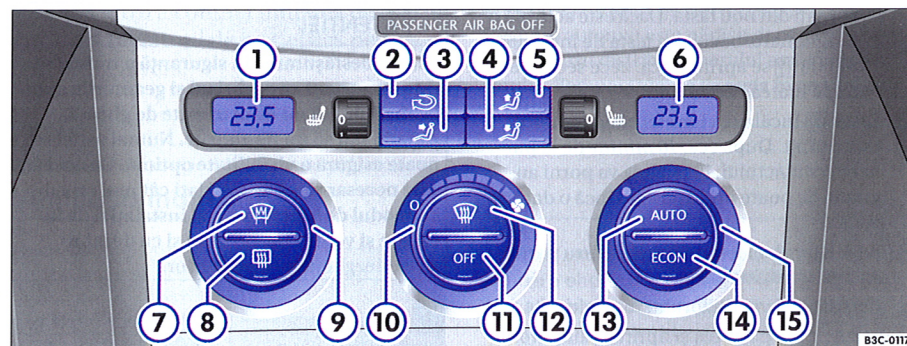

Fig. 109 În consola centrală: Elemente de comandă Climatronic
– Rotiți regulatorul de temperatură ⇒ fig. 109 (7) sau (15), pentru a regla temperatura de pe partea stângă, resp. de pe partea dreaptă.
– Când apăsați o tastă de la (2) la (5), va porni funcția respectivă. În tastă se aprinde o lampă de control, semn că funcția respectivă este activată. Pentru decuplarea funcției, apăsați tasta încă o dată.
- ① Afișarea temperaturii selectate pentru partea stângă.
- ② Tasta – Recircularea aerului ⇒ pagina 115
- ③ Tasta – distribuția aerului în zona pasagerilor, partea centrală
- ④ Tasta – distribuția aerului în partea de jos
- ⑤ Tasta ventilarea indirectă ⇒ pagina 113
- ⑥ Afișarea temperaturii selectate pentru partea dreaptă.
- ⑦ Tasta sau – Încălzirea parbrizului⁴²⁾. Apăsăți tasta ⇒ pagina 111, fig. 109" cu motorul pornit, pentru a porni încălzirea parbrizului. Când încălzirea parbrizului funcționează, în tastă se aprinde o lampă de control. Încălzirea parbrizului rămâne pornită încă cca. 10 minute și se oprește automat.
- ⑧ Tasta Încălzirea lunetei când motorul este pornit. După cca. 10 minute de la punerea contactului, încălzirea va porni automat. Se poate opri apăsând încă o dată pe tastă.
- ⑨ Regulatorul de temperatură pentru partea stângă ⇒ pagina 113
- ⑩ Regulatorul ventilatorului ⇒ pagina 114
- ⑪ Tasta – pornirea și oprirea Climatronic ⇒ pagina 114
- ⑫ Tasta – Funcția Defrost pentru parbriz. Aerul introdus este îndreptat spre parbriz. Deoarece în timpul funcționării recirculării
- Apăsăți tasta ⇒ pagina 111, fig. 109" . Lampa de control din tastă se va aprinde.